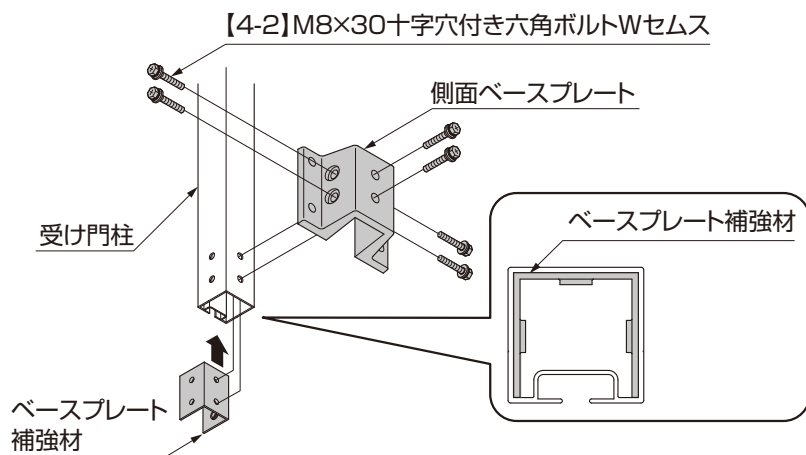
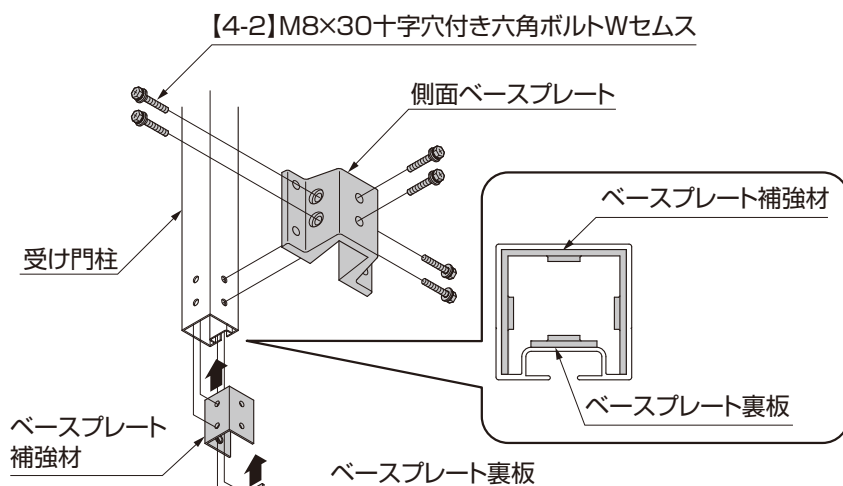

図6-5 A取付けの場合
図6-6 B取付けの場合
②受け門柱内部にベースプレート裏板とベースプレート補強材を差し込み、側面ベースプレートを【4-2】で固定してください。(図6-5、図6-6参照)